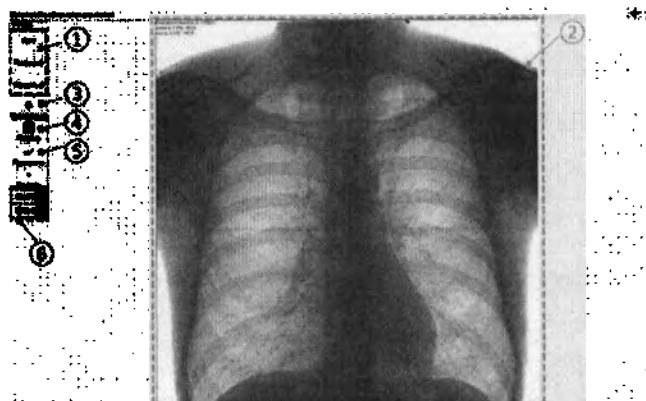

Рис. 49. Окно «Настройка области печати снимка»
- Откроется окно дополнительных настроек печати (Рис. 49).